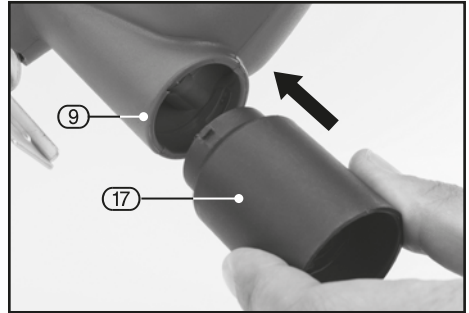

FIG.11
9.7 DUST EXTRACTION – FIGS.11 – 12